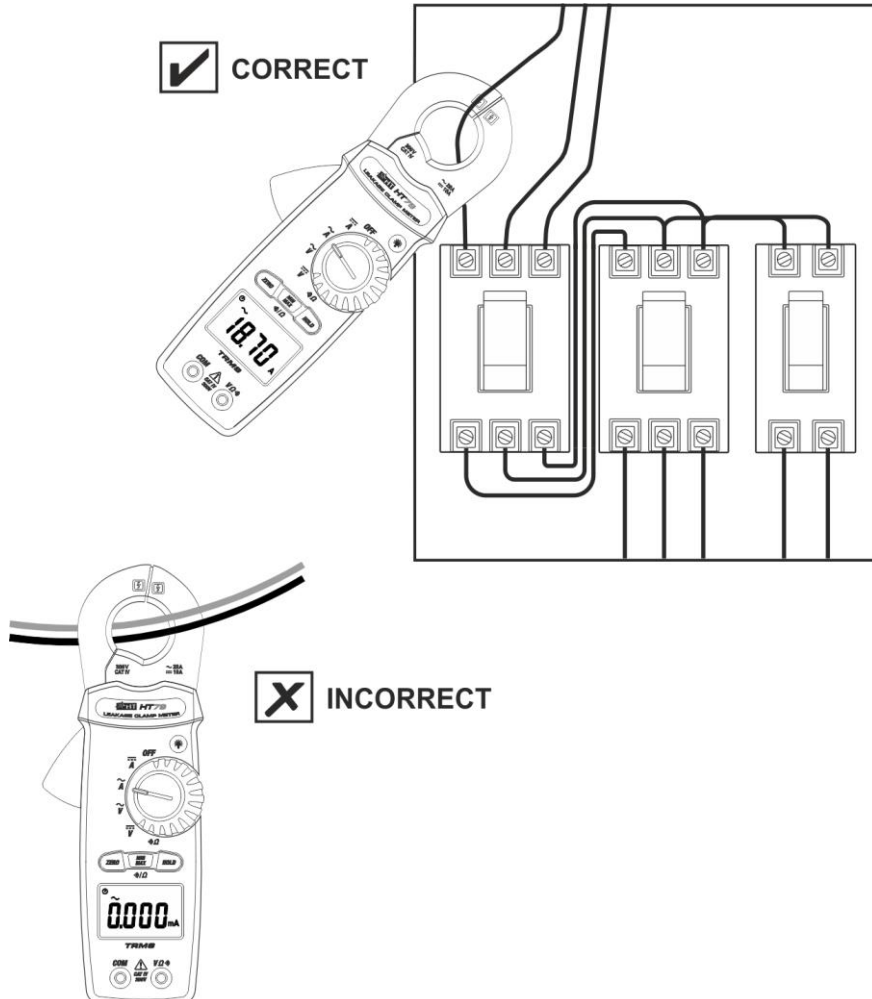

Fig. 9: Utilisation de l'instrument pour mesurer le courant AC
2. Insérer le câble dans tore à son centre (voir Fig. 9) afin d'obtenir des mesures précises (voir Fig. 2). La valeur de courant AC apparaît à l'écran.